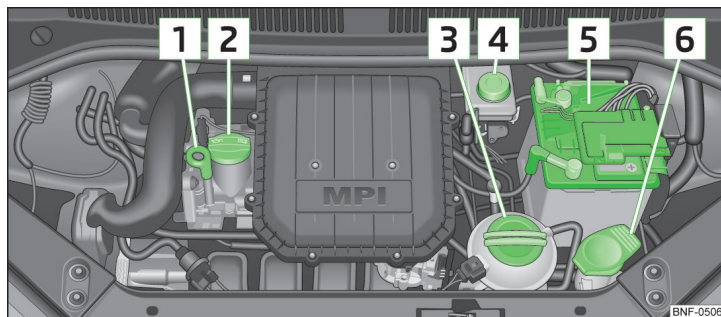

Fig. 98 Motorrum
Placering i motorrummet » Fig. 98
- Skru dækslet af motoroliepåfyldningsåbningen » Fig. 98 på side 108.